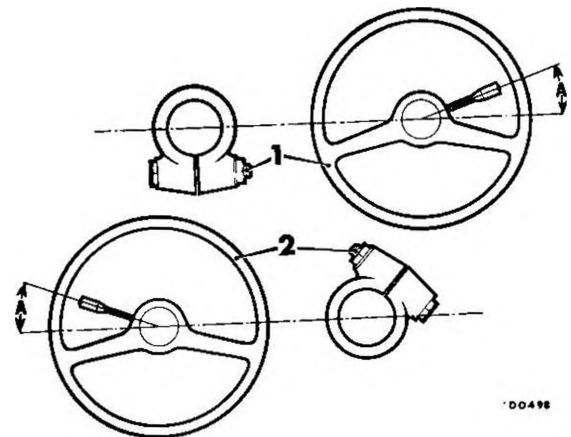

Fig. J.2
- (24) Modelli Mk. II - Riattaccare il piantone al pignone della cremagliera ed orientare il bullone del collare come è indicato nella figura J.2. Stringere il bullone alla coppia prescritta (Ved. CARATTERISTICHE PRINCIPALI).
- (25) Sollevare il piantone ed introdurre
- (26) Riavvitare la colonnetta di ritorno a zero del deviatore delle luci di direzione. In corrispondenza della colonnetta il piantone deve avere un diametro compreso tra mm 29,87 e 30,35. Assicurarsi che la testa longitudinale della colonnetta sia parallela al piantone e stringere a fondo il controdamo. Stringere il fermaglio del piantone alla piastra della plancia.
- (27) Assicurarsi che il tubo esterno ed il deviatore delle luci di direzione siano disposti come indicato nella figura J.2, vale a dire con la colonnetta di ritorno a zero a mezzavia tra le due posizioni di sgancio.
- (28) Stringere i due dadi di ciascun cavallotto di fissaggio della cremagliera, avvitandoli di mezzo giro alla volta sino a serraggio completo.
- (29) Modelli Mk. II - Rimuovere la spina di centraggio della cremagliera e riavvitare il tappo di nailon nel foro.
- (30) Completare il riattacco eseguendo nell'ordine inverso le corrispondenti operazioni del distacco.